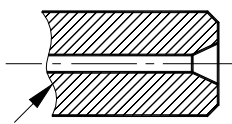

Fig. U8.34
9. Linia ondulată din Fig. U8.34 se poate realiza cu următoarele comenzi: